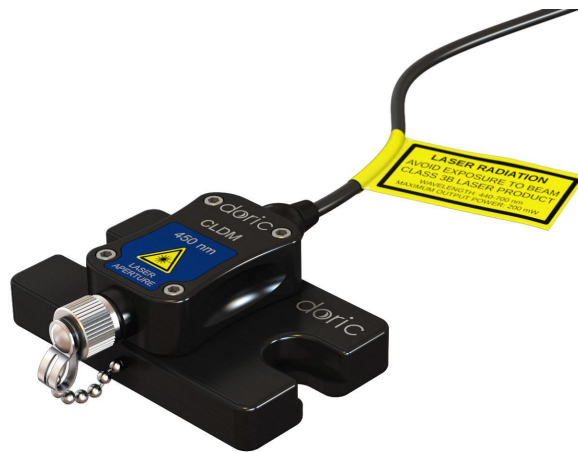

Figure 2.1 – Module de diode laser connectorisé
Le *Module de diode laser connectorisé* (LD) (Fig. 2.1) est une source laser à diode compacte avec un connecteur unique pour une utilisation avec des fibre optique à connecteur FC/APC. Ces modules sont disponibles pour des longueurs d'onde de 405 nm à 638 nm.